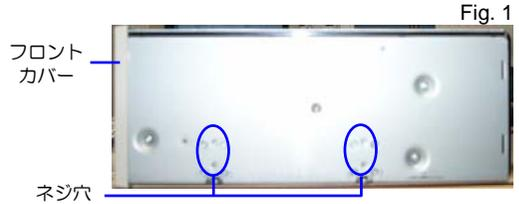
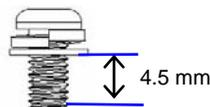

Fig. 1
Fig. 2
- 本製品にレールを取り付ける場合は、Fig. 1 に示すフロントカバー側のネジ穴を使用してください(Fig. 2)。(反対側も同様に、片側 2箇所、計 4箇所をネジ止めしてください。)